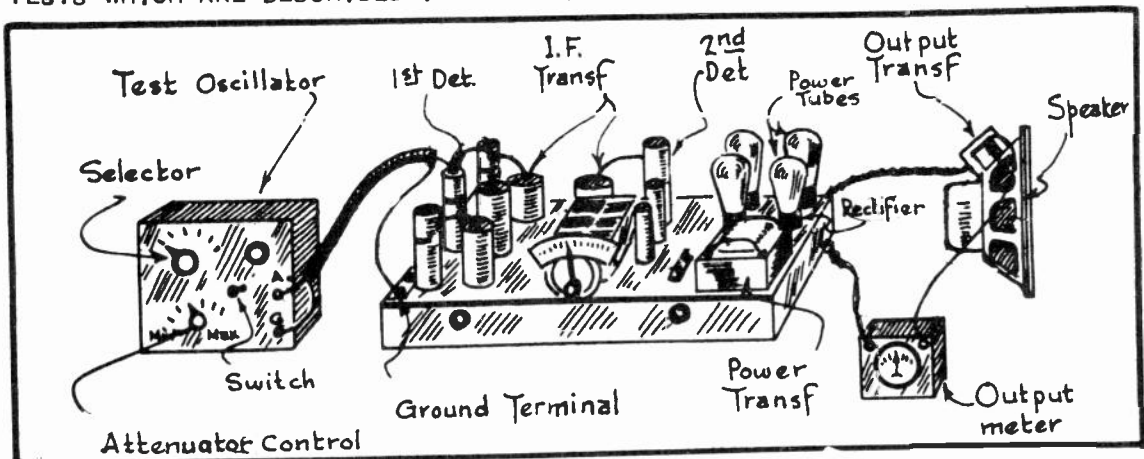

Fig. 1
3. - CONNECT THE INNER WIRE OF THE TEST OSCILLATOR'S SHIELDED OUTPUT CABLE TO THE CONTROL GRID OF THE FIRST DETECTOR OR MIXER TUBE AS SHOWN IN FIG. 1 AND CONNECT THE OUTER SHIELD OF THIS WIRE TO THE RECEIVER'S GROUND TERMINAL. PERMIT THE CONTROL GRID CONNECTION OF THE MIXER TUBE TO REMAIN IN POSITION AND ALSO PERMIT THE SHIELD OF THIS TUBE TO REMAIN IN PLACE.